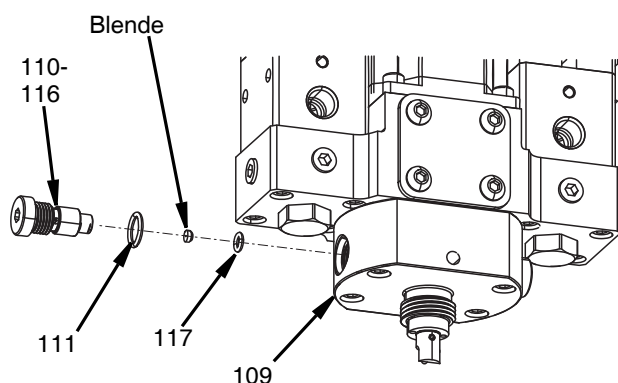

ABB. 29
3. Den O-Ring (117) der Düse und der Packung am Boden des Gehäusehohlraums des Rückschlagventils und der Düsenmündung (109) entfernen. Siehe ABB. 29